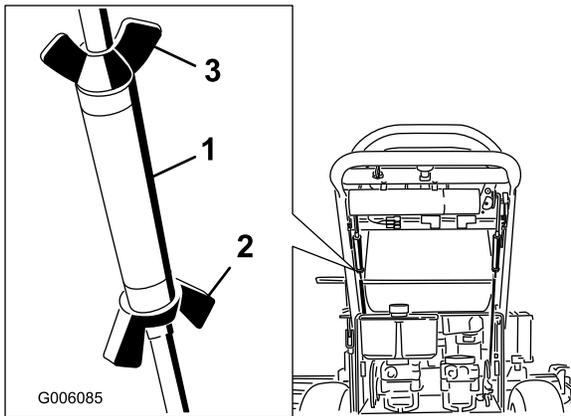

Figure 42
3. Fixez le tendeur en position avec les écrous à oreilles (Figure 42).
5. Fixez le tendeur en position avec les écrous à oreilles (Figure 42).